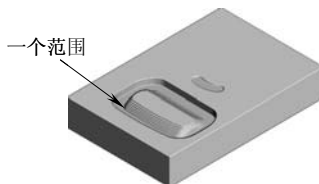

图 4-58 范围
1) 范围：加工完一个范围（例如槽、凸台等）后，再加工另一个范围，如图 4-58 所示。